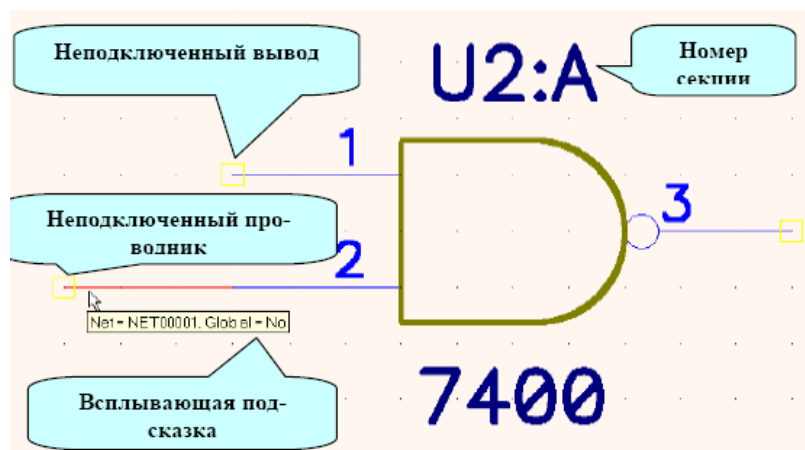

Рисунок 4.10 - Показ неподключенных выводов и концов проводников, номеров секций и всплывающих подсказок
этого символ исчезает (см. рис. 4.10);
- **Display Part Gate Number** - отображение номеров секций (**DD1.1**, **DD1.2** и т.д. (см. рис. 4.10);
- **Show Data Tips** - показ контекстно-зависимой информации о шинах, проводниках, компонентах, выводах компонентов при наведении на них курсора (см. рис. 4.10);